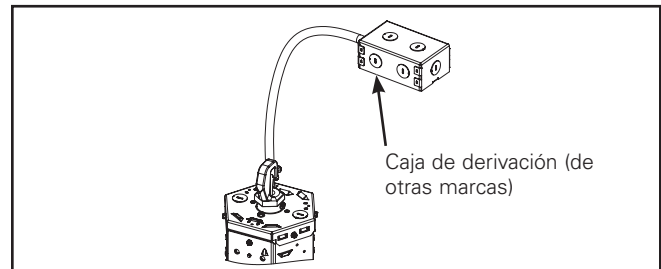

Figura 9.
3. Caja de derivación (de otras marcas) (Figura 9).